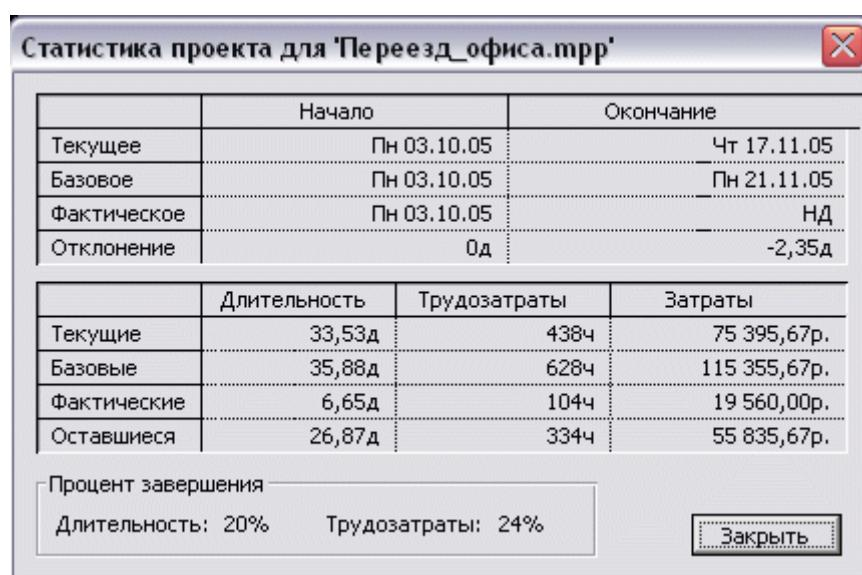

Рисунок 19. Окно Статистика проекта
- Щелкните по кнопке *Статистика*. На экране появится окно *Статистика проекта* (см. Рисунок 19).